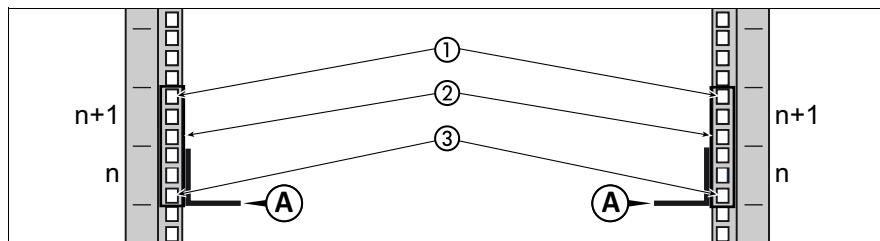
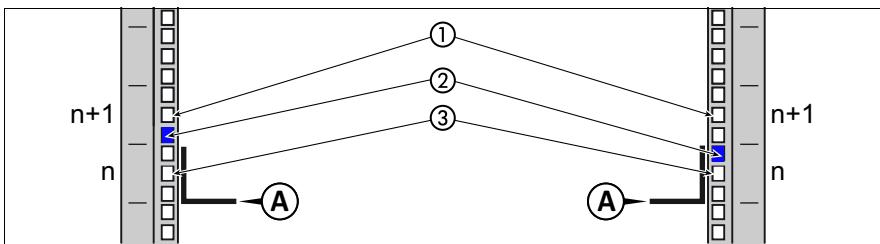

図 26: 取り付けレールの位置 - 前面ラック支柱
図 27: 取り付けレールの位置 - 背面ラック支柱
CX400 M1 シャーシのサイズは、2U (HU) です。図 26 および図 27 に、取り付けレールを固定するためのネジおよびブラケットの位置を示します。
- ▶ ケージナットの位置を明確にします（図 26 を参照）。